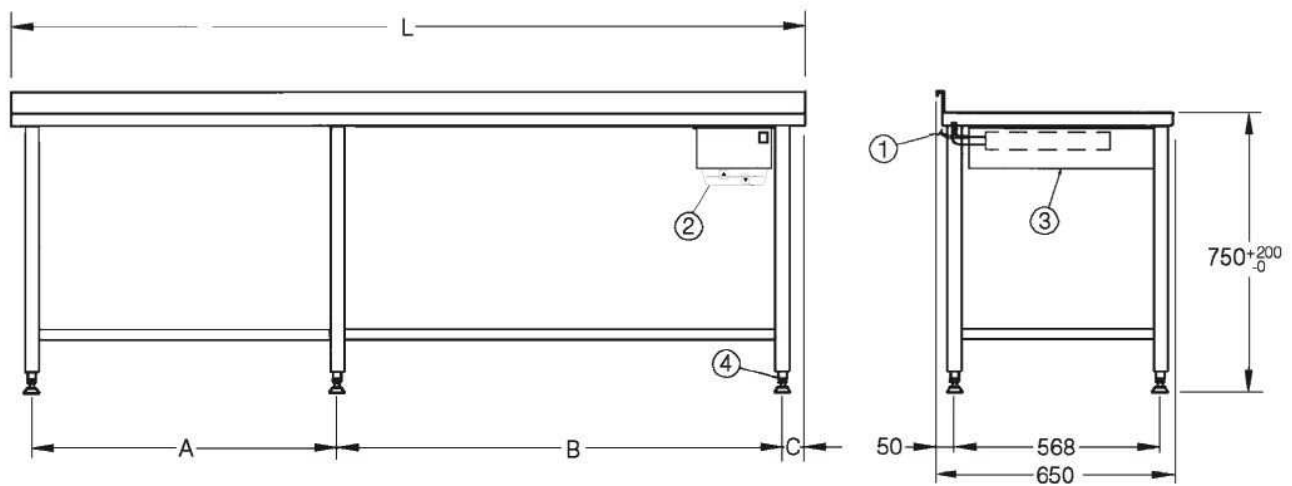

Figur 1. Kontrollpanel
1. Ställ in rätt arbetshöjd med manöverknappen på kontrollpanelen (figur 1).